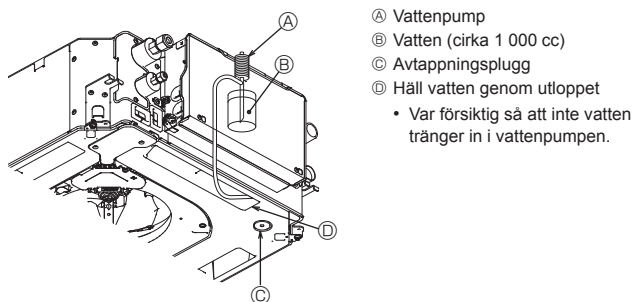

Fig. 8-5
8.4. Kontrollera kondensvattenutloppet (Fig. 8-5)